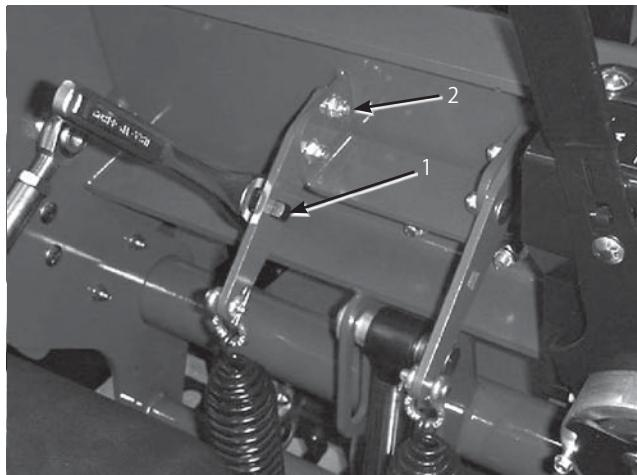

図38
2. スプリング・プレート(図38)の四角い穴に 1/2" のラチエットまたはバールを差し込む。